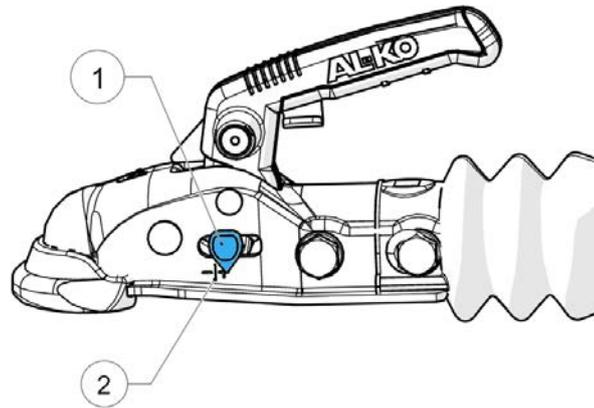

Figure 26 - Témoin d'usure de l'attelage de remorque
10. Vérifier que l'indicateur d'usure (1, Figure 26) est sur le côté positif du repère de limite (2, Figure 26).